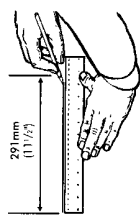

FIG. 2
- Faites un repère sur votre porte cette mesure puis tirez un trait horizontal de 291 mm (voir Fig. 2). Vérifiez que la hauteur de ce trait est suffisante pour ne pas affaiblir la partie inférieure de la porte.
- An der markierten Stelle eine gerade waagerechte Linie, 291 mm lang, ziehen (Abb. 2). Die Linie muß hoch genug liegen, um zu verhindern, daß die Tür am unteren Ende geschwächt wird.
- Markeer de plaats en trek een rechte horizontale lijn van 291mm (zie fig. 2). Controleer dat de lijn hoog genoeg is om de verzwakking van de basis van een deur wordt verzwakt.
- Contrassegnare questa misurazione e tracciare una linea retta orizzontale lunga 291mm (vedi Fig. 2). Accertarsi che l'altezza della linea sia sufficiente ad evitare di indebolire strutturalmente la base della vostra porta.
- Marque la medida y tire una línea recta horizontal de 291mm (Fig. 2). La altura de la línea deberá ser suficiente, de modo que no se debilite la base de la puerta.
- Mark this measurement and draw a straight horizontal line measuring 291mm (11 1/2") (see Fig. 2). Ensure line height is sufficient to avoid weakening the base of the door.